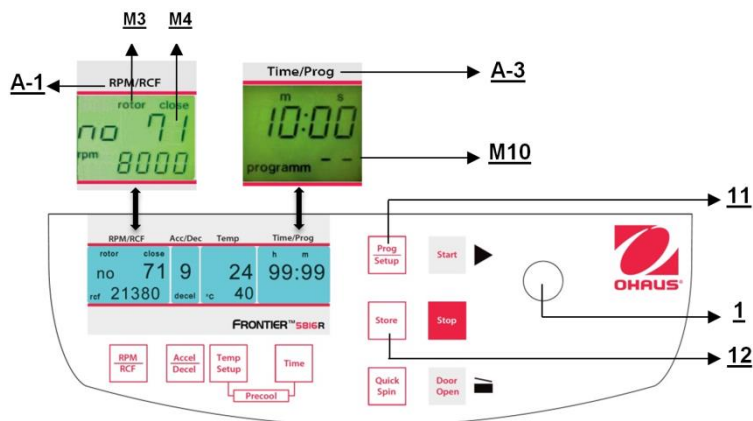

Figure. 25
Pour rappeler des programmes mémorisés, appuyer sur la touche **"Prog/Setup"** (11) (voir la figure 25) alors que le couvercle est déjà fermé. Sur l'affichage **"Time/Prog"** (A-3), le mot **"programm -"** (M10) apparaît. Le numéro de programme désiré peut être présélectionné avec le bouton de réglage (1). Sur les affichages respectifs, les valeurs mémorisées de ce programme apparaîtront. Si le rotor dans la centrifugeuse n'est pas celui correspondant au programme présélectionné, le mot **"rotor"** (M3) clignotera sur l'affichage **"RPM | RCF"** (A-1). Simultanément, le mot **"FALSE"** et le numéro du rotor mémorisé **"xx"** (M4) clignoteront alternativement.
Pour quitter le mode de programmation, appuyer simplement sur la touche **"Prog/Setup"** (11) (voir la figure 25). Sur l'affichage **"Time/Prog"**, le mot **"programm"** apparaîtra. Régler l'affichage sur **"programm--"** (M10) avec le bouton de réglage (1).